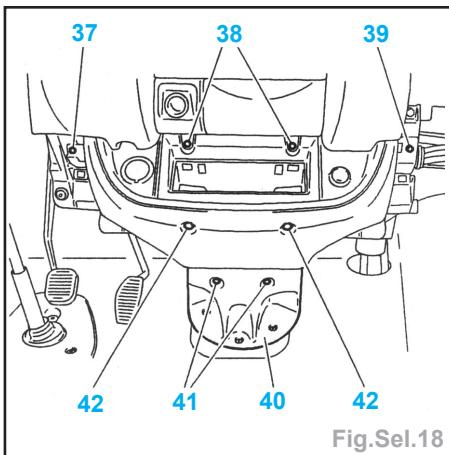

Fig.Sel.18
- Déposer (Fig.Sel.18) :
- les vis (41),
- le cache (40),